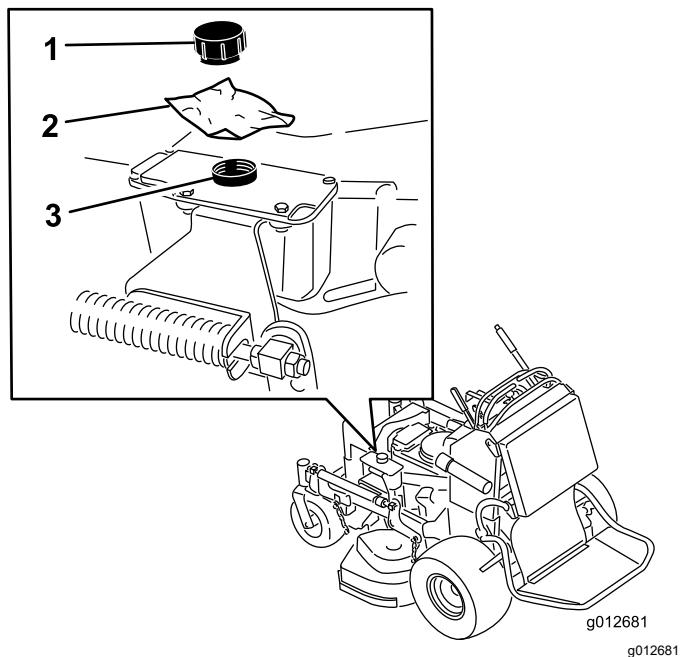

Figura 28
6. Retire el tapón del depósito de aceite hidráulico, coloque un trozo de plástico sobre el orificio y vuelva a colocar el tapón (Figura 28).
10. Retire el trozo e plástico de debajo del tapón del depósito de aceite hidráulico (Figura 28).